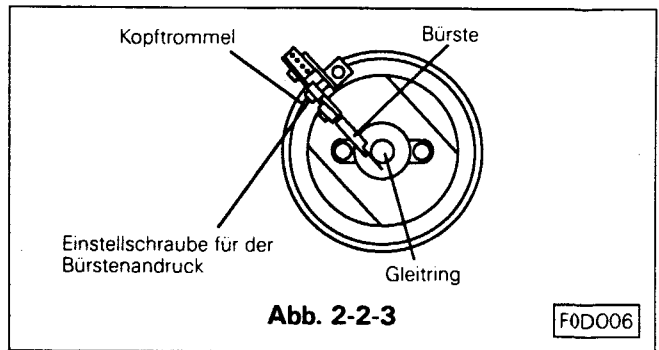

Abb. 2-2-3
- Die Bürstenandrukschraube auf zwei Umdrehungen nach dem ersten Kontakt mit der Achse einstellen, siehe Abb. 2-2-3.
- Mit Schraube ⑥, die Bürste befestigen.